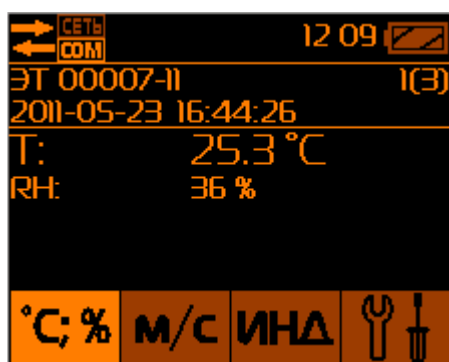

Рис.10 – Меню выхода в режим измерений из режима просмотра памяти БОИ-01
2.4.6. Выход из режима просмотра памяти измеренных данных температуры и влажности в меню выбора номера сессии сохранённых данных (Рис.10) осуществляется нажатием кнопки «□».